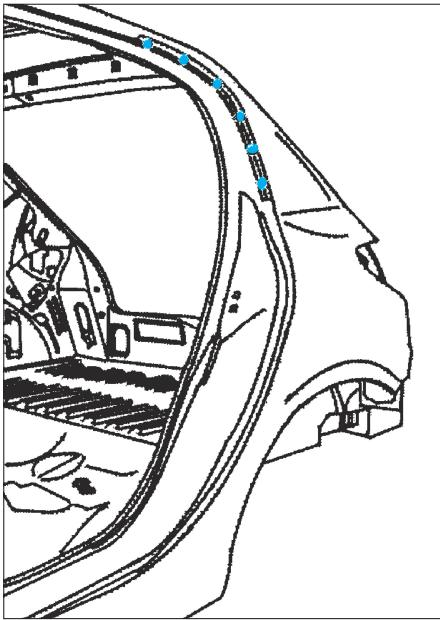

FIG. 125
- Poser le support arrière de joint de jet d'eau (Fig.125).